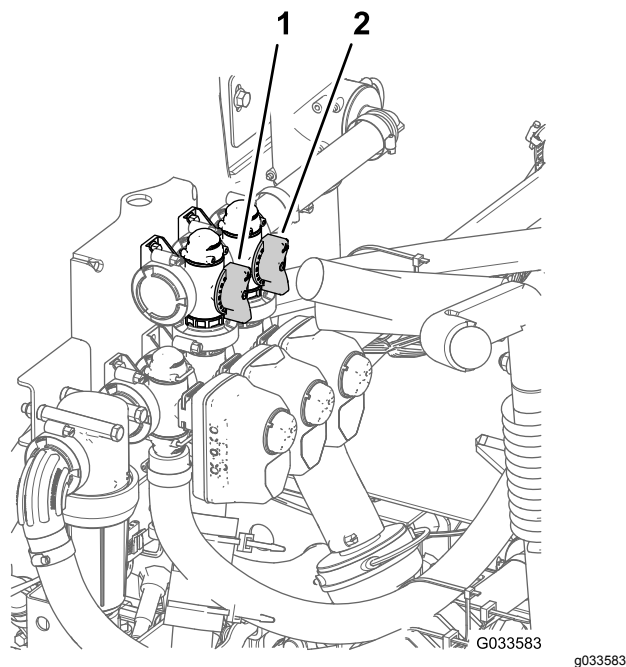

Figura 89
11. Ajuste a válvula de derivação de agitação (**Figura 89**) na parte posterior da válvula de agitação até que a pressão indicada no medidor seja 6,9 bar.
8. Ajuste o manípulo de derivação principal das rampas para controlar a quantidade de agitação que ocorre no depósito (**Figura 89**)